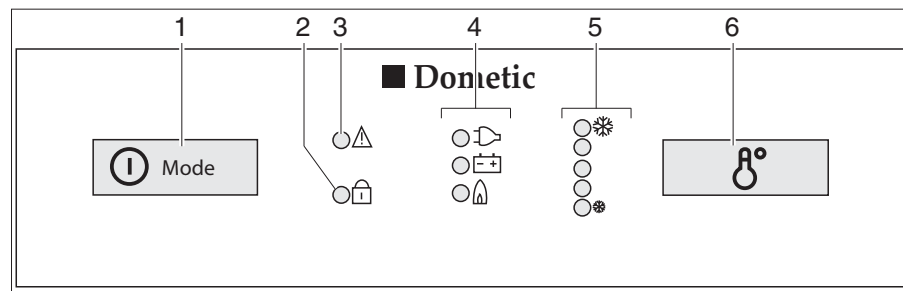

Fig. 269 Elementos de mando para el frigorífico (Dometic de la serie 8 con SMSE)
- Pulsar el conector/selector de energía (Fig. 269,1) 2 segundos para conectar el aparato. Se ilumina el LED del último modo de funcionamiento seleccionado.
- Si fuera necesario, pulsar el conector/selector de energía (Fig. 269,1) varias veces brevemente hasta que se ilumine el piloto gas "🔥". El suministro de gas está abierto. El encendido se realiza automáticamente. Se oye un sonido de tic-tac hasta que el proceso de encendido se haya llevado a cabo con éxito.
- Ajustar la temperatura de refrigeración con el conmutador para el ajuste de la temperatura (Fig. 269,6).
- Si fuera necesario, pulsar el conector/selector de energía (Fig. 269,1) varias veces brevemente hasta que se ilumine el piloto 230 V "⚡".
- Si fuera necesario, pulsar el conector/selector de energía (Fig. 269,1) varias veces brevemente hasta que se ilumine el piloto 12 V "⊕".